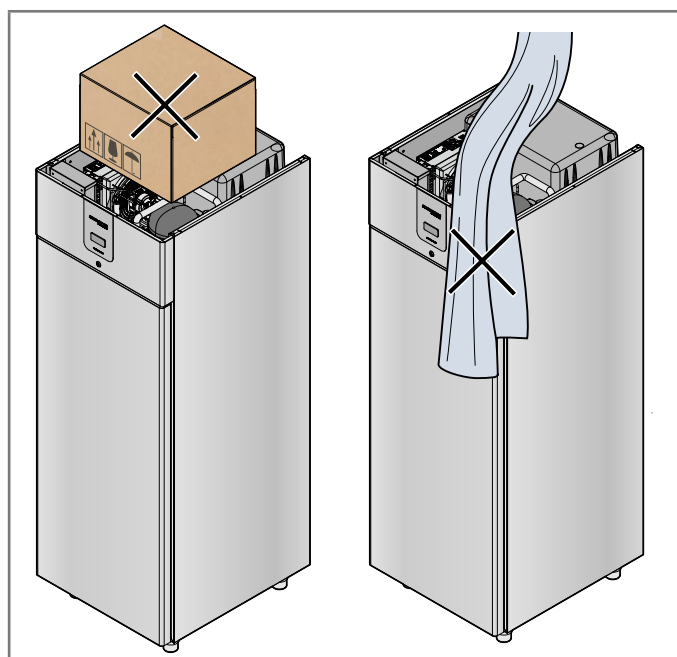

Abb. 3.7 - Aufstellung
- Die Lüftungsöffnungen des Geräts dürfen nicht verdeckt werden (Abb. 3.7).